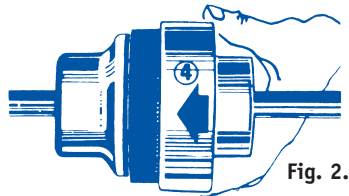

Fig. 2.
Luego, solamente con ayuda de un mazo, puede hacerse deslizar el aro (4), haciendo coincidir los pernos de éste último con los huecos previstos en la guarnición: el acoplamiento ya está a punto de marcha (ver fig. 2).